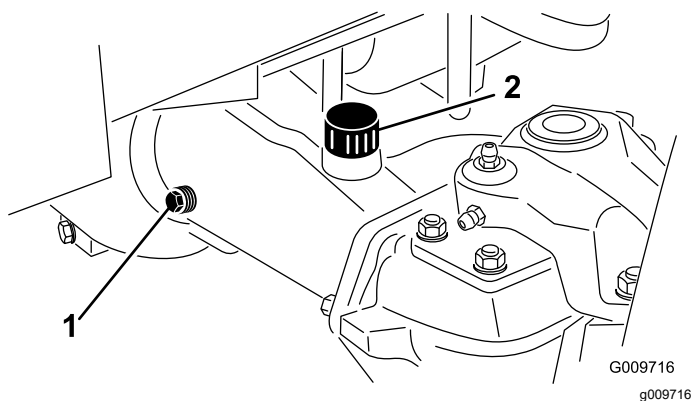

Figura 68
2. Retire o tampão de verificação que se encontra numa das extremidades do eixo (Figura 68) e certifique-se de que existe óleo até ao fundo do orifício. Se o nível estiver baixo, retire o tampão de enchimento (Figura 68) e adicione óleo